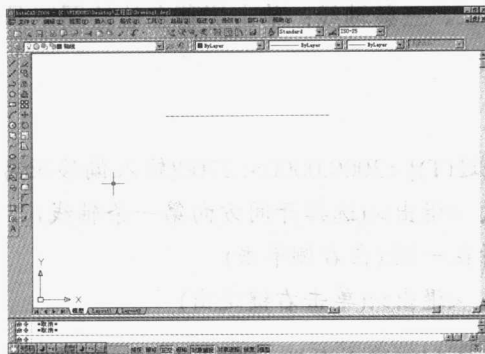

图 1-4 绘制第一条轴线并实时缩放
(4) 绘制第一条轴线：单击屏幕左边绘图工具栏中的“直线”按钮，命令行提示指定起始点位置，用鼠标单击绘图区任一位置作为直线的起点，命令行要求指定直线的第二个点，输入 6000 后按 Enter 键(6000 代表长度，单位为 mm)。
(5) 显示全图(这时屏幕上只能显示出部分线段)：单击屏幕上方快捷工具栏上的“实时缩放”按钮后，再按住鼠标左键向下拖动，使屏幕完全显示所画轴线。如图 1-4 所示。